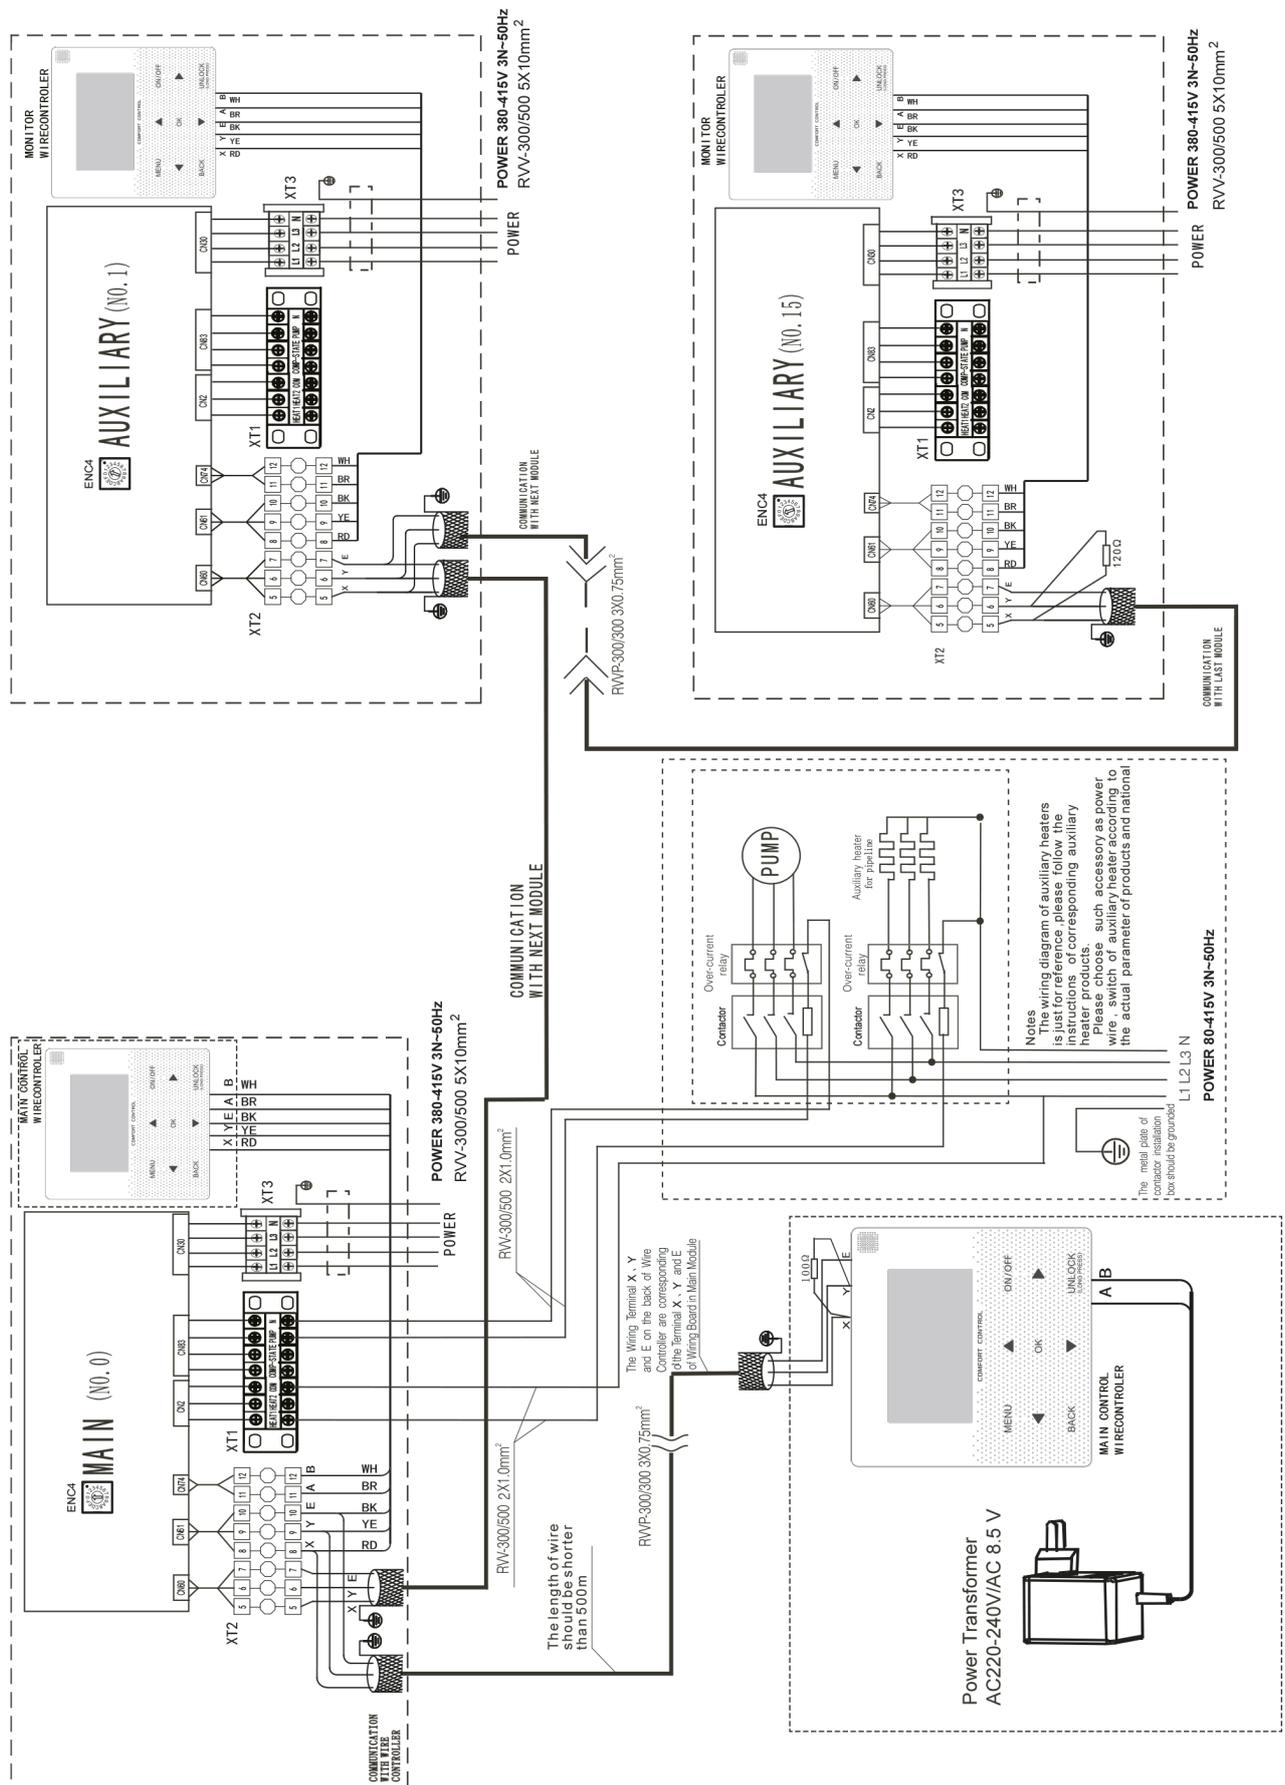

Abb. 8-18 Netzwerkkommunikationsschema für Master- und Nebeneinheiten für die Modelle 30
c) Die Einheiten müssen die Pumpen steuern (siehe Abb. 8-18 und 8-19, um den Schaltplan der Pumpe zu sehen).